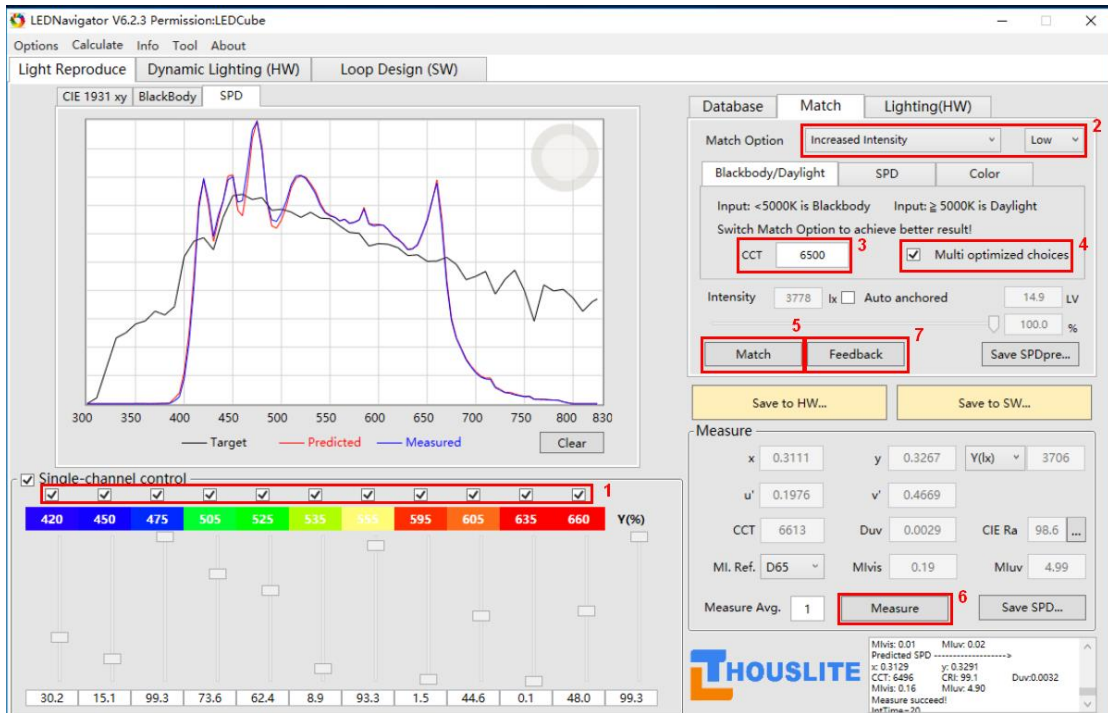
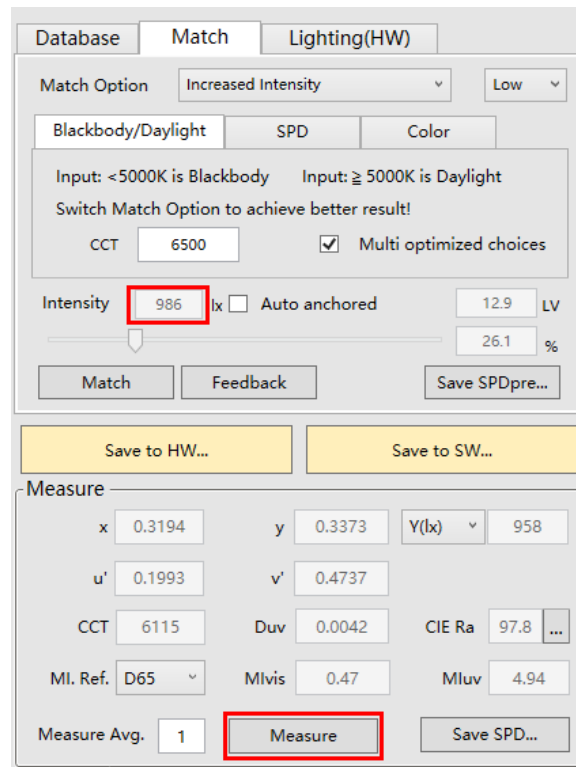

图 5.6. 基于手动调节亮度配光
图 5.7. 第一次调节亮度后的实测结果
设计目标为 CIE D65、照度为 1000lux，举例说明基于手动调节照度进行配光，步骤详见图 5.6:
- 6) 点击 *Measure*，测量结果见图 5.6，色温为 6613K，显色指数 98.6，照度 3706lx；调节亮度 bar 将预测照度调节至 986lx，并点击 *Measure* 测得色温为 6115K，显色指数 97.8，照度为 958lx，见图 5.7;